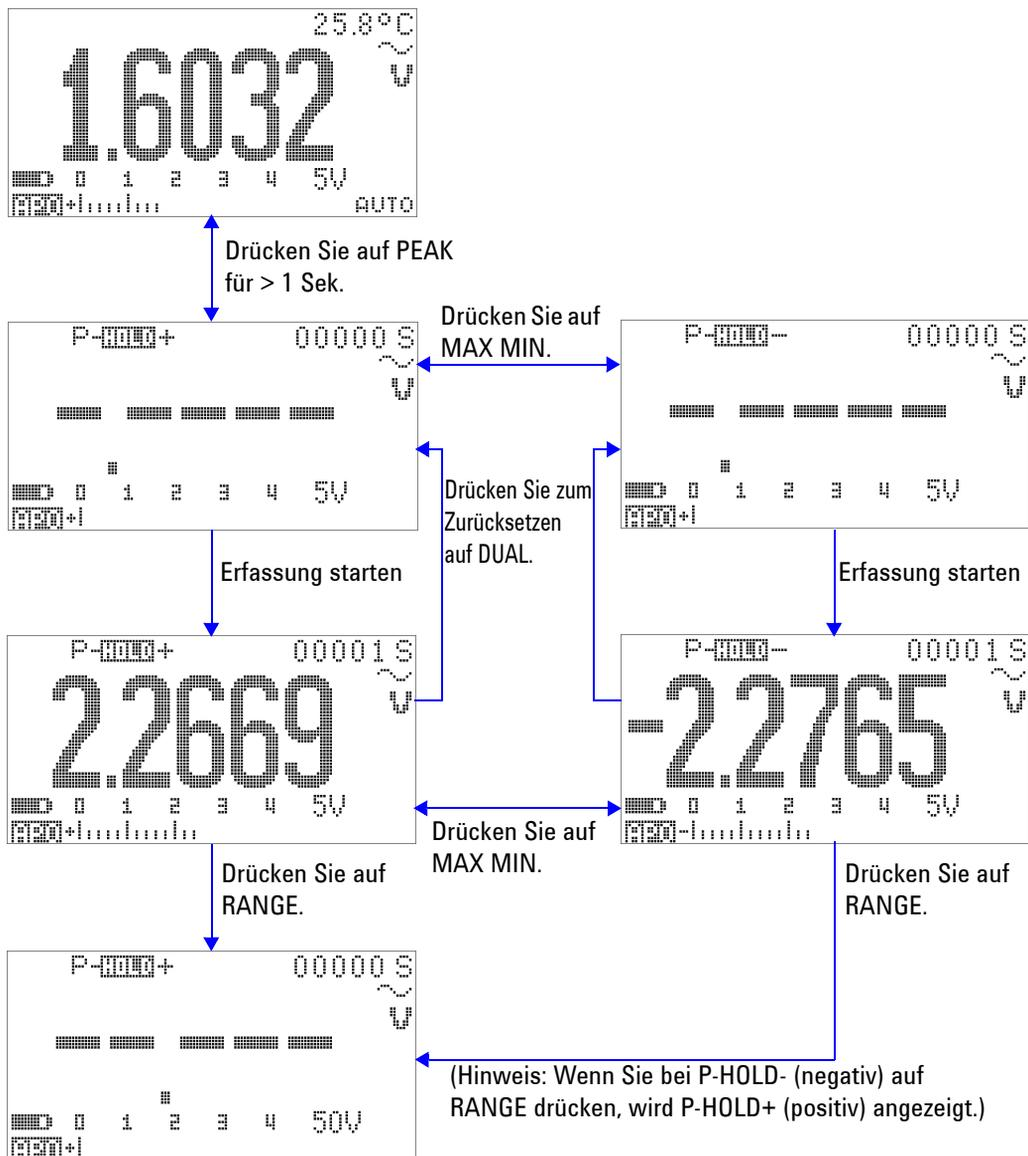

Abbildung 3-7 1-ms-Spitzenwert-Haltmodus
- 4 In dem in Abbildung 3-7 auf Seite 68 aufgeführten Messbeispiel ist der Scheitelfaktor $2,2669/1,6032 = 1,414$.